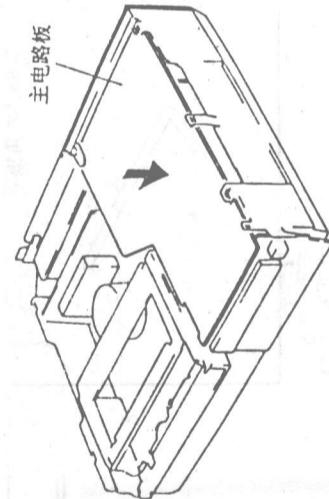
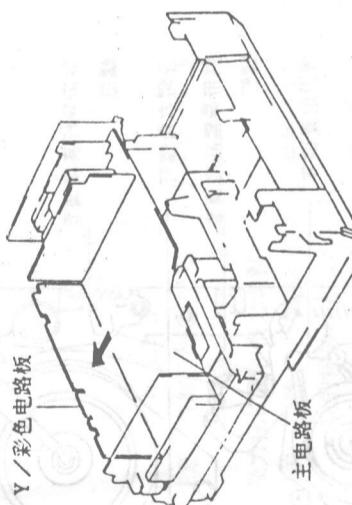

图 36
图 37
- 图 36 所示的是主电路板所处的位置，图 37 所示的是 Y / 彩色电路板所处的位置。